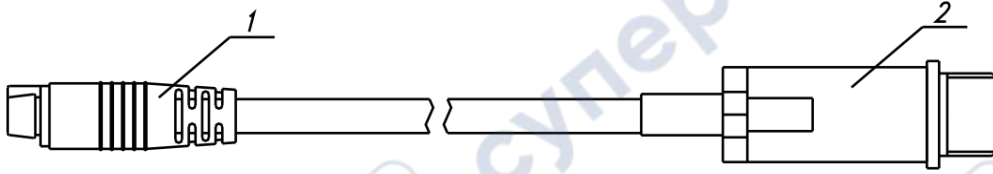
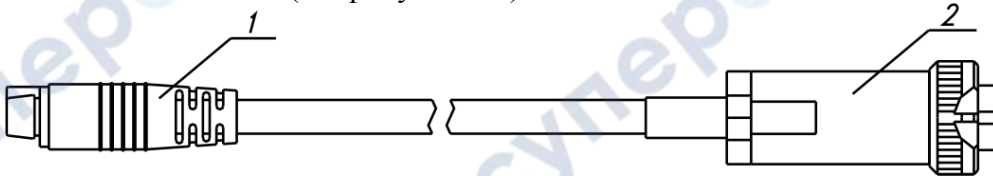

Рисунок 3.4 Кабель-удлинитель для измерительных преобразователей, приведенных в **ПРИЛОЖЕНИИ В** в пунктах **1, 4, 6, 7;**
Рисунок 3.5 Соединительный кабель для измерительных преобразователей, приведенных в **ПРИЛОЖЕНИИ В** в пунктах **2, 3, 5, 8;**
Преобразователи при необходимости подключаются к измерительному блоку с помощью встроенного кабеля, кабеля-удлинителя (см. рисунок 3.4) или соединительного кабеля (см. рисунок 3.5) в зависимости от исполнения.
- 4.3 Соединить измерительный блок и измерительный преобразователь, при необходимости, воспользовавшись кабелем-удлинителем (см. рисунок 3.4) или соединительным кабелем (см. рисунок 3.5) в зависимости от исполнения преобразователя. В случае если анализируемая среда предполагает содержание механической пыли, паров масла принять меры по их устранению.